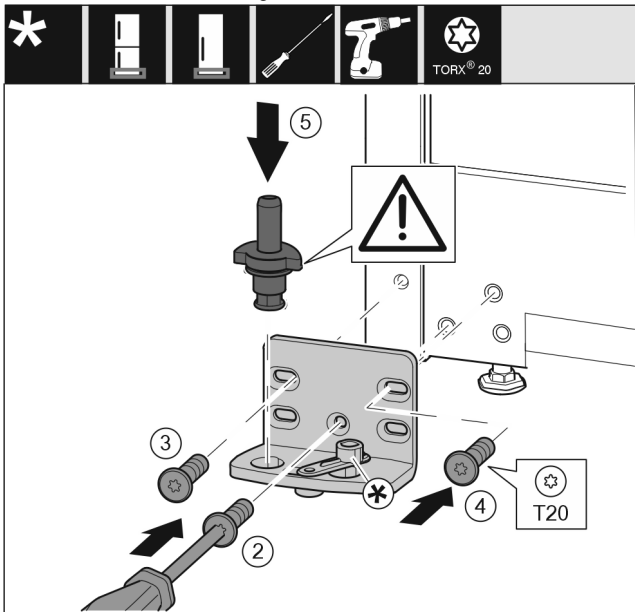

Fig. 14
- Helyezze fel a csapágybakot a másik oldalra, és húzza meg T20 csavarhúzóval. Alul közepén a 2 számmal jelölt csavarral kezdjen. Fig. 14 (2)
- Húzza meg a 3 és 4 számmal jelölt csavart. Fig. 14 (3,4)
- Helyezze be teljesen a csapszeget. Közben ügyeljen arra, hogy a bekattanó bütyök hátrafelé mutasson. Fig. 14 (5)